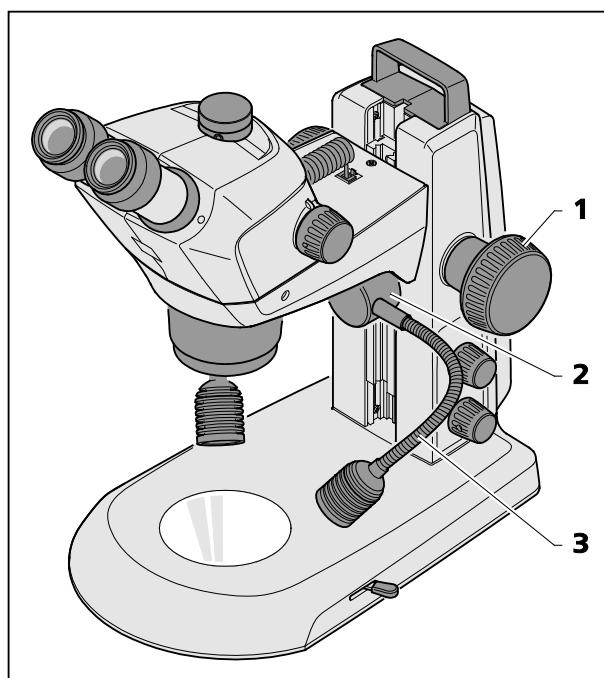

Fig. 22 Iluminador Spot Doble
- Desplazar el cuerpo de microscopio con el botón de enfoque (Fig. 22/1) a la posición superior. Empujar el iluminador Spot Doble (Fig. 22/2) en la guía a la altura deseada.
- Al encorvar los dos cuellos de cisne (Fig. 22/3), ajustar los Spots de tal manera que el objeto sea iluminado perfectamente.